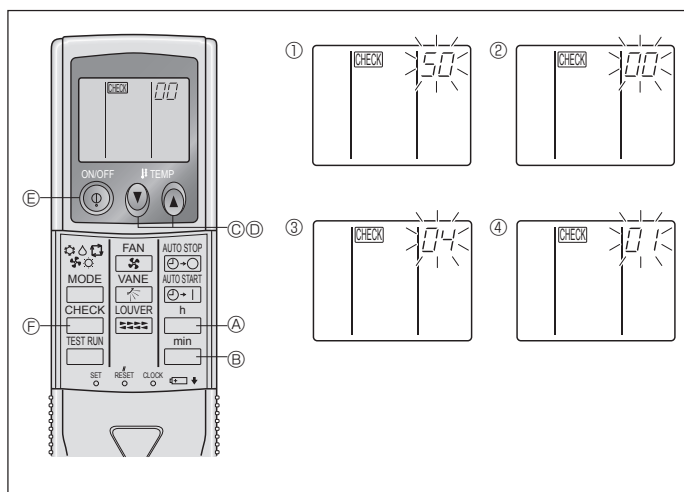

Fig. 6-10
2) Pour la télécommande sans fil (Fig. 6-10)